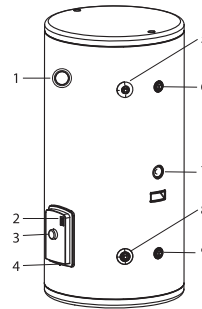

Рис. 1
2. Предохранительный спускной клапан следует устанавливать в специальном месте (см. рис. 1 на стр.3)